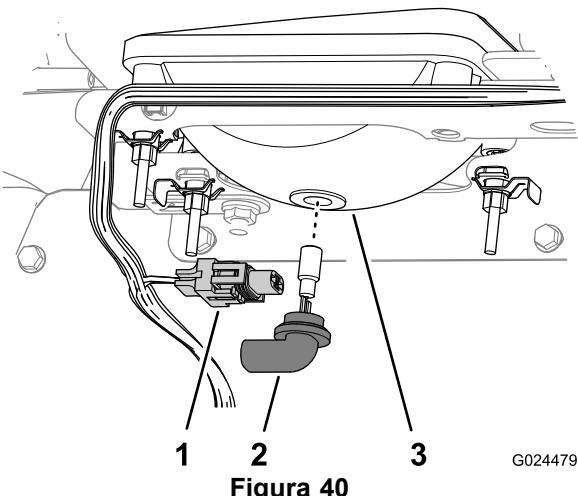

Figura 40
3. Scollegate il connettore elettrico del cablaggio dal connettore del gruppo luci sul retro del vano del faro(Figura 40).
4. Ruotate il gruppo luci di 1/4 giro in senso antiorario spostandolo indietro, fuori dalla sede del vano del faro (Figura 40).
5. Inserite il nuovo gruppo luci e il vano del faro e allineate le lingue nel gruppo luci alle fessure nel vano del faro (Figura 40).
6. Fissate il gruppo luci ruotandolo di 1/4 di giro in senso orario (Figura 40).
7. Collegate il connettore elettrico del cablaggio al connettore del nuovo gruppo luci (Figura 40).